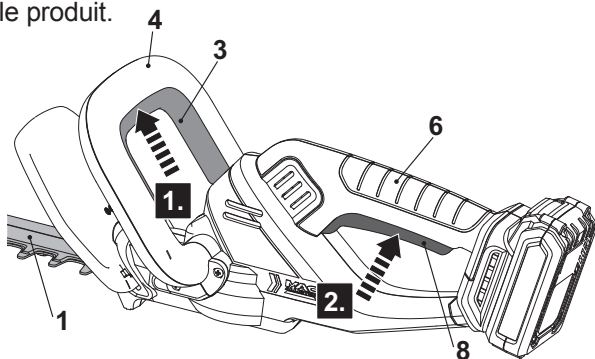

Fig. 5
1. Assurez-vous que le dispositif de coupe (lame) (1) n'entre en contact avec aucun objet. Retirez le protège-lame (11) du dispositif de coupe (lame) (1) avant de mettre le produit en marche.
2. Tenez le produit avec une main sur la poignée avant (4), et l'autre main sur la poignée arrière (6).
3. Enfoncez l'interrupteur de sécurité (3) et maintenez-le dans cette position (Fig. 5, étape 1).
4. Enfoncez l'interrupteur marche/arrêt (8) pour mettre le produit en marche (Fig. 5, étape 2).
5. Relâchez soit l'interrupteur marche/arrêt (8), soit l'interrupteur de sécurité (3) pour éteindre le produit.